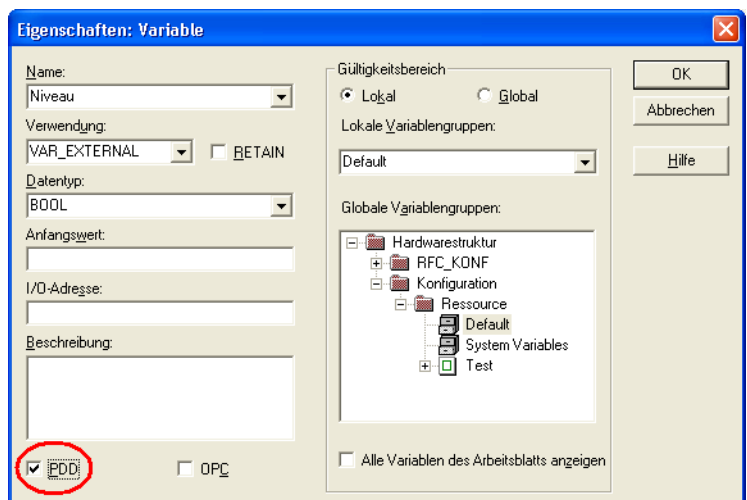

Bild C-17 Variable für WebVisit anlegen
- im Fenster „Eigenschaften: Variablen“ (Bild C-17) oder